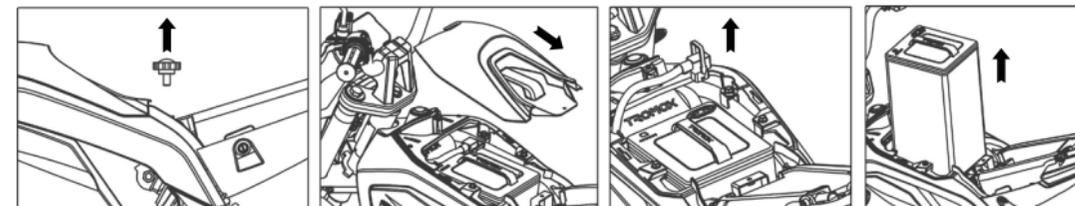

Abb. 3
- ① Schraube entfernen - Abdeckung vorsichtig nach hinten ziehen - Batteriekabelstecker herausziehen - Batterie herausheben. (Abb. 3)